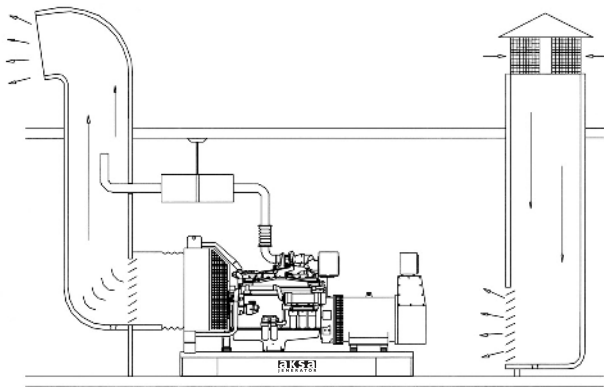

Рисунок 5.4. Воздушная вентиляция
- ! Между выхлопным коллектором и системой трубопроводов необходимо предусмотреть гибкую вставку в целях предотвращения передачи вибраций от двигателя на трубопроводы и здание, а также для обеспечения возможности теплового расширения и компенсации вероятного смещения трубопроводов. (См. Рисунок 5.4)